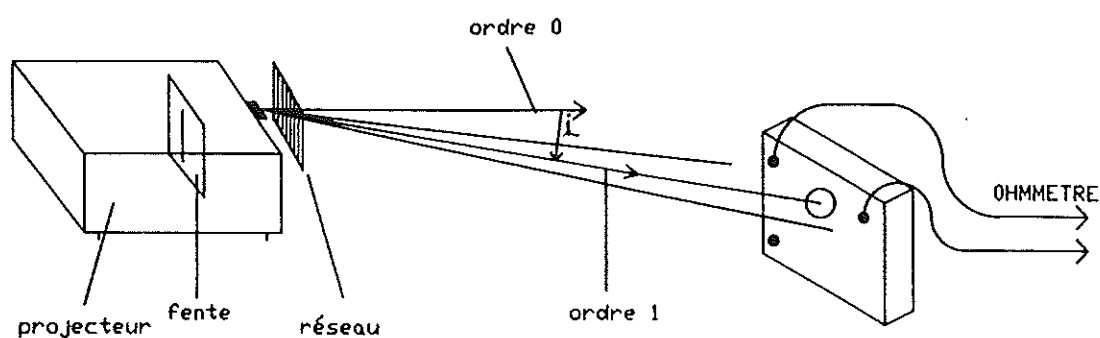

figure 24 : Exploration d'un spectre de lumière blanche avec une photorésistance
- intercepter le spectre d'ordre un par la photorésistance (figure 24). Munir la cellule photorésistive d'une petite fente découpée dans du ruban adhésif de couleur noire (largeur : 0,5 à 1 mm selon la puissance lumineuse de la source et la distance projecteur-photorésistance).
avec λ longueur d'onde, k l'ordre (ici 1), n le nombre de traits soit 140 mm^{-1} et i angle entre l'ordre 0 et l'ordre 1 pour la longueur d'onde considérée (voir figure 24). On peut aussi employer le laser hélium-néon pour étalonner.